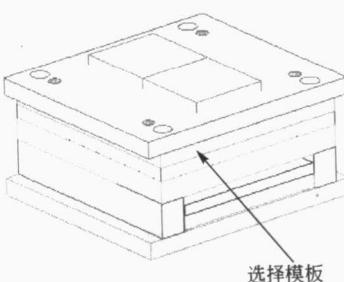
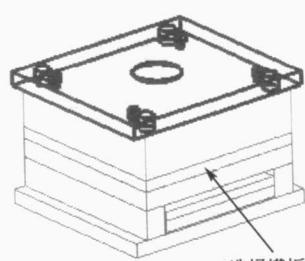

图 1-31 选择模板
图 1-32 选择另一个模板
⑤ 用鼠标在屏幕上选择需要修改厚度的模板，如图 1-31 所示。
⑥ 在编辑模架组件对话框上的 plate_h 下拉列表框选择厚度 86，然后单击对话框上的“应用”按钮。
⑦ 选择另外一个模板，如图 1-32 所示。